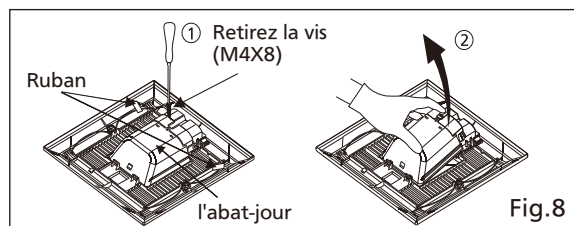

Fig.8
10. Retirez le ruban adhésif de la grille et des ressorts avant l'installation. Retirez la vis (M4X8). Retirez l'abat-jour. (Voir Fig.8)